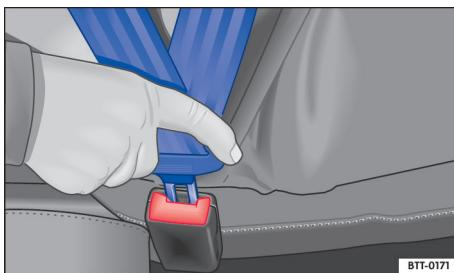

图 22 安全带锁扣和插口
- 将锁舌插入所属座椅的安全插锁内，下压，直至听到啮合声→ 图 22。安全带锁舌被锁扣锁止。